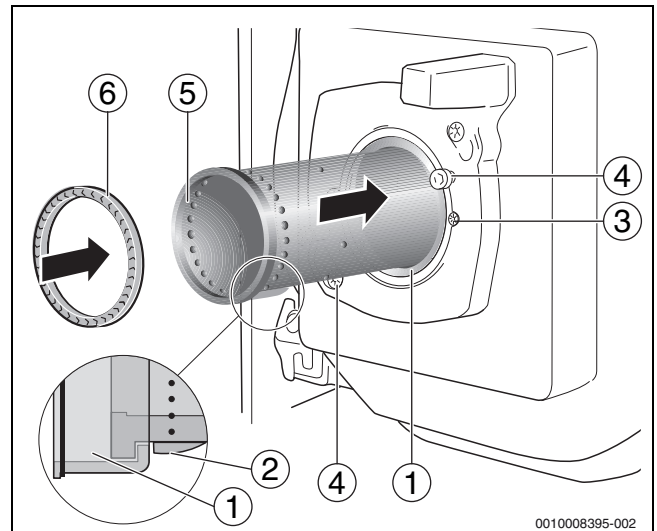
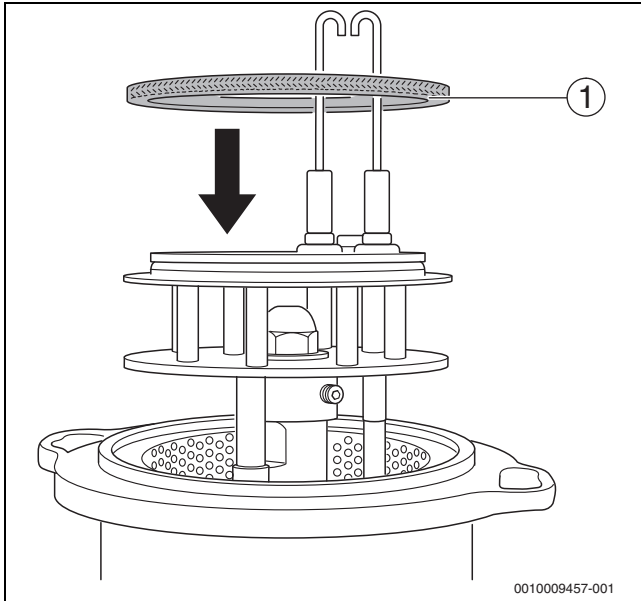

Bild 41 Brennerrohr austauschen
Bild 43 Dichtung einsetzen
- ▶ Neues Brennerrohr (→Bild 41, [5]) in das Stützrohr einsetzen. Dazu das Brennerrohr über die Nase (→Bild 41, [2]) hinweg bis gegen den Anschlag des Stützrohrs führen. Die Nase des Brennerrohrs muss dabei nach unten zeigen und einrasten (→Bild 41, [Lupe]).
- ▶ Neue Dichtung (→Bild 41, [6]) einsetzen.
- ▶ Vor dem Einbau des Brenners die Dichtung (→Bild 41, [6], bzw. Bild 43, [1]) zwischen Mischsystem und Brennerrohr prüfen.
- ▶ Dichtung (→Bild 41, [6]) in das Brennerrohr einsetzen.
- ▶ Dichtung (→ Bild 43, [1]) zunächst auf dem Mischsystem aufsetzen.
- ▶ Brenner auf die beiden Schrauben im Brennerflansch (→ Bild 41, Pfeile) aufsetzen.